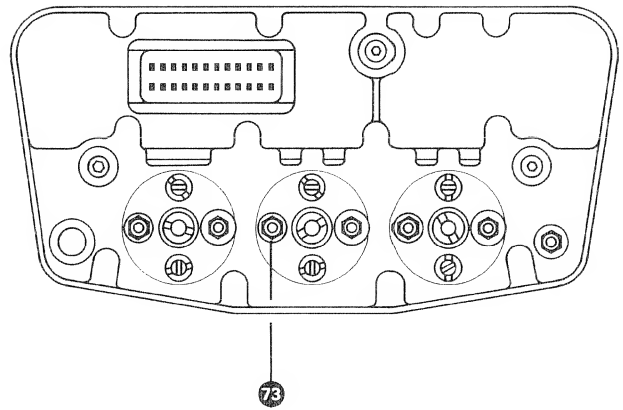

Fig. 7.2.—5
6. Aufnahmetonkopf mittels Mutter 73 (Fig. 7.2.—5.) auf geringsten Phasenwinkel justieren; bei schrittweiser Erhöhung der Frequenz, beginnend bei 1 kHz, bis 10 kHz.